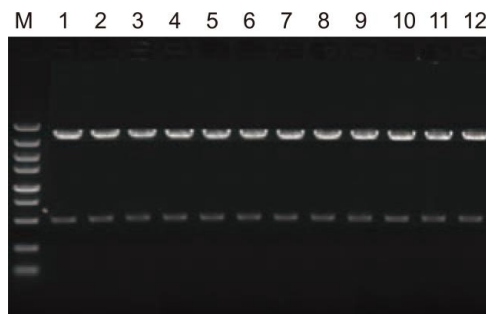

Fig 3. 酶切产物琼脂糖凝胶电泳检测
6.3 菌落PCR鉴定为阳性的菌落，可再将剩余菌液接种至含有适当抗生素的液体LB培养基中培养过夜，提取质粒进行酶切鉴定(Fig 3)，或直接进行一代测序。